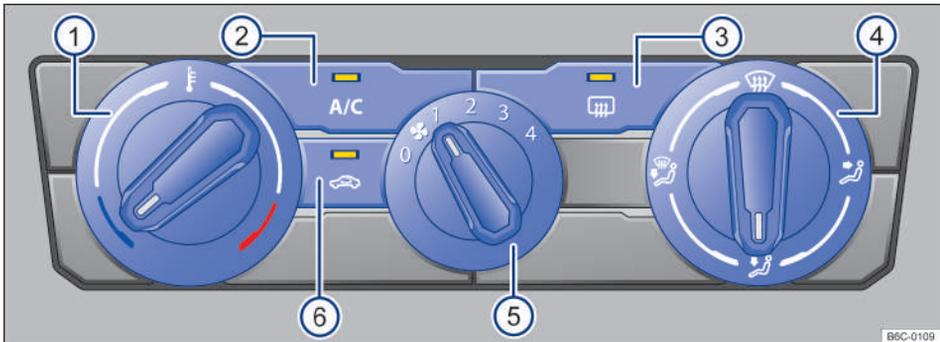

Fig. 84 Mandos del aire acondicionado.
- Aire acondicionado: girar el regulador del ventilador al nivel 0 → fig. 84 (5).
- Aire acondicionado: presionar el botón  → fig. 84 (2) para encender y apagar el funcionamiento de la refrigeración.
- Aire acondicionado: girar el regulador giratorio izquierdo → fig. 84 (1).
- Aire acondicionado: girar el regulador del ventilador → fig. 84 (5).
- Aire acondicionado: presionar el botón  → fig. 84 (6).
- Aire acondicionado: girar el regulador de la derecha → fig. 84 (4) a la posición deseada.
- Aire acondicionado: girar el regulador derecho a la posición  → fig. 84 (4).
- *Aire acondicionado*: presionar el botón  → fig. 84 .